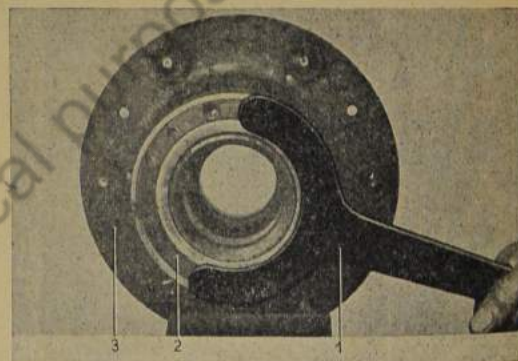

Bild 832: Gewinding aus Radnabe heraus-schrauben
3. Gewinding (831/1) mit Haken- bzw. Stiftschlüssel heraus-schrauben (Bild 832).